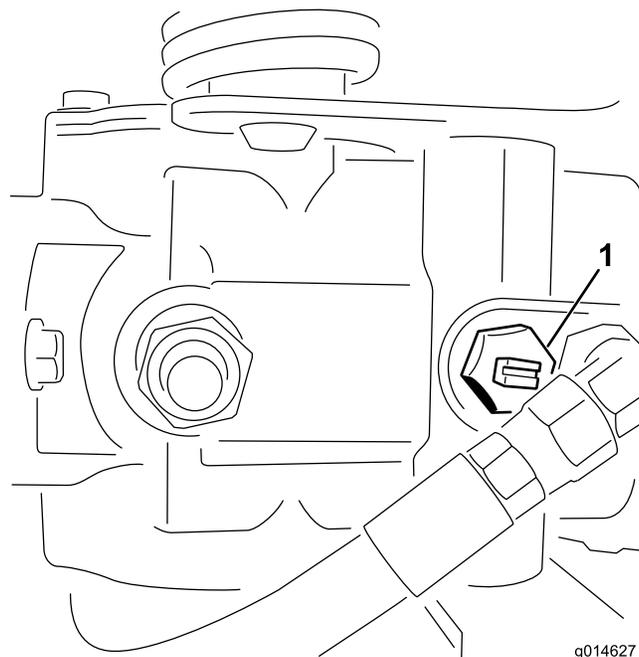

図 39
1. 油圧ポンプについているバイパスバルブ(図 39)の溝が「縦」になるようにバルブを回転させる。
2. エンジンを始動する時には、必ずバイパスバルブ（図 39）を閉じる（溝が横向きになる）。バルブを開けたままでエンジンを掛けないこと。